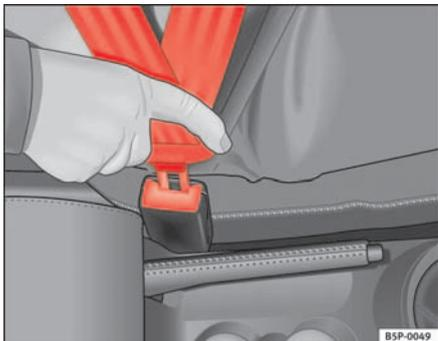

Abb. 11 Gurtschloss und Schlosszunge des Sicherheitsgurtes
- Stecken Sie die Schlosszunge in das zum Sitz gehörende Gurtschloss, bis es hörbar einrastet ⇒ **Abb. 11**.